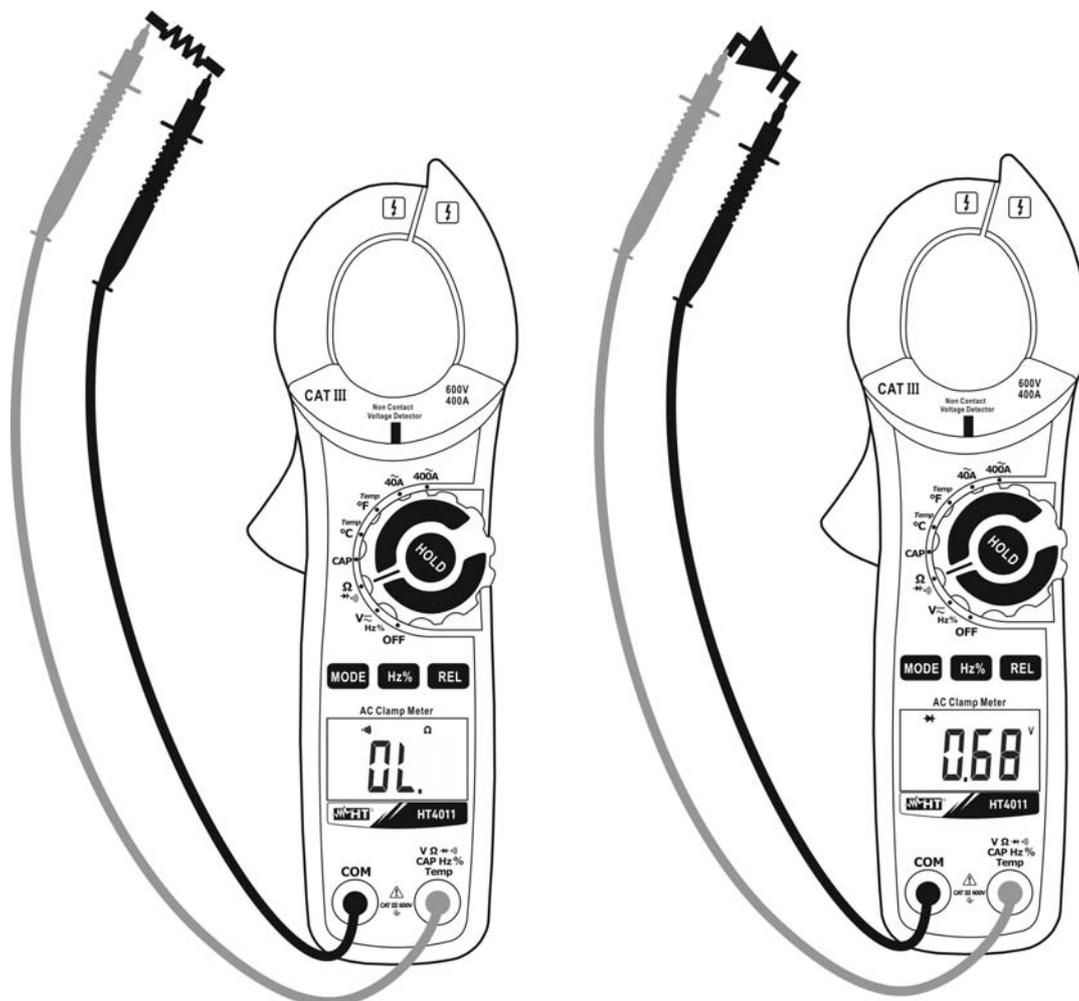

Fig. 7: Uso de la pinza para la prueba de Continuidad y Prueba de Diodos
3. Inserte el cable rojo en el terminal de entrada **VΩ→diode symbolCAPHz%Temp** y el cable negro en el terminal de entrada **COM** y efectúe la prueba de continuidad sobre el objeto en prueba (vea Fig. 7 – parte izquierda). El indicador acústico emite una señal acústica cuando el valor de la resistencia medida es inferior a aproximadamente 30Ω
5. Conecte la punta roja al ánodo del diodo y la punta negra al cátodo en caso de medida de polarización directa (vea Fig. 7 – parte derecha). Invierta la posición de las puntas de prueba en caso de medida de polarización inversa